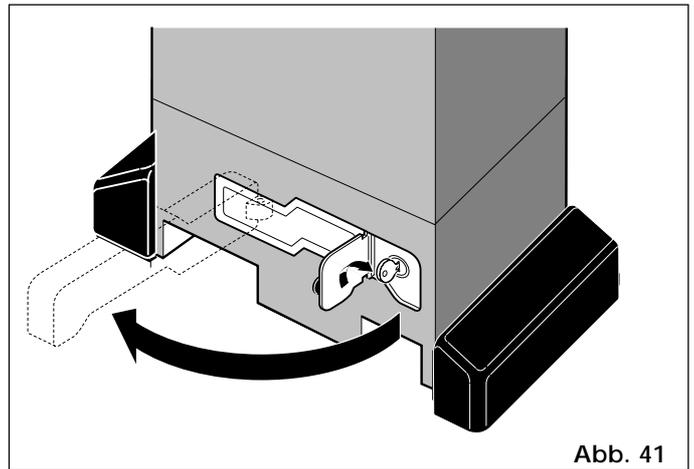

Abb. 41
- 2) Den Schlüssel im Uhrzeigersinn drehen und den Entriegelungshebel gem. Abb. 41 herausziehen.